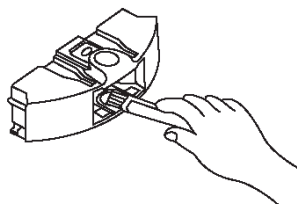

Рис.2
2. Приподнимите вентилятор и вычистите отверстие для выхода воздуха щеткой (См. рис. 2 и 3)